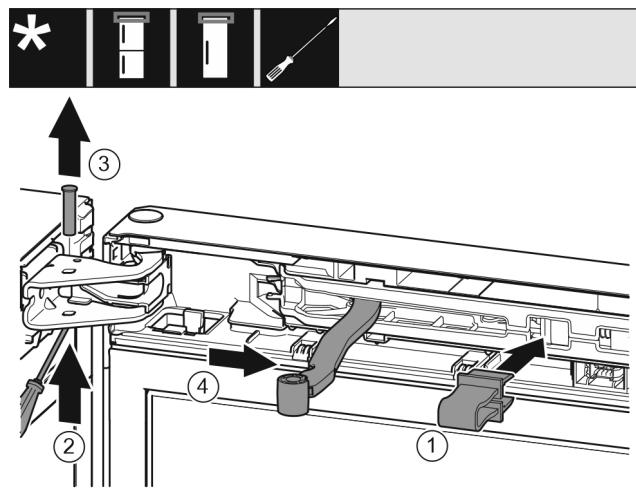

Fig. 6
- Zakvačite osigurač u otvor. *Fig. 6 (1)*
- Odvijačem gurnite van svornjake. *Fig. 6 (2)*
- Skinite svornjake prema gore. *Fig. 6 (3)*
- Okrenite zglop u smjeru vrata. *Fig. 6 (4)*